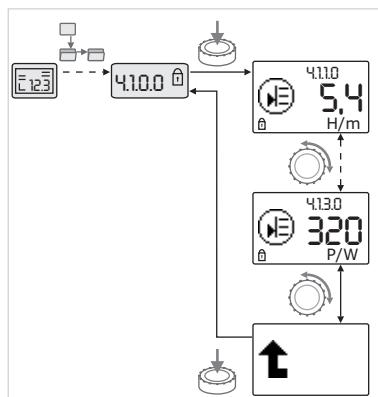

Fig. 40: Accesarea informațiilor
- Prin rotirea butonului roșu comandați elementele de meniu de tipul „Informații“ ale submeniului actual (vezi fig.40). Pentru legenda setărilor reprezentate prin simboluri, vezi tabelul din capitolul 8.7 „Elemente de meniu de referință“ la pagina 36.